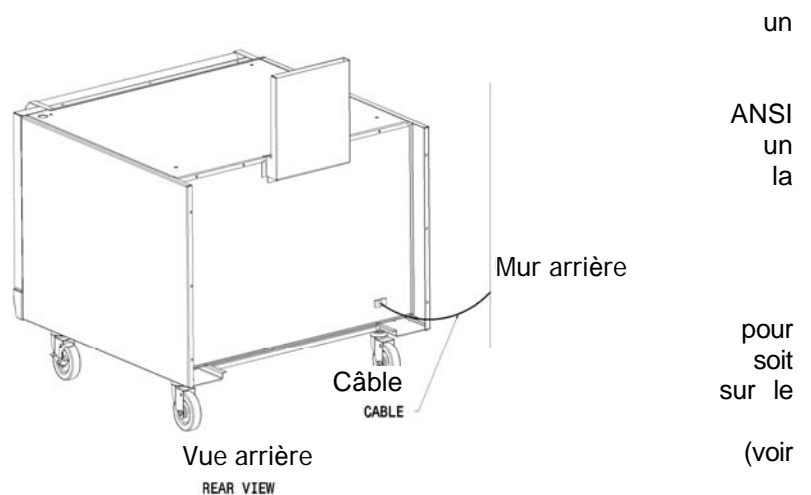

Fig. 1
- 2) Des moyens adéquats doivent être prévus pour limiter le déplacement de l'appareil sans qu'il soit nécessaire de compter sur le connecteur ni le raccord à débranchement rapide ou la tuyauterie associée à celui-ci pour le faire. (voir Fig. 1)